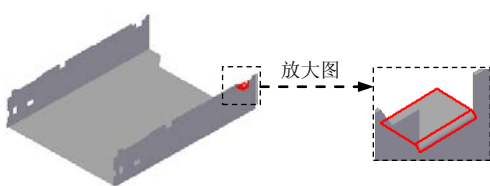
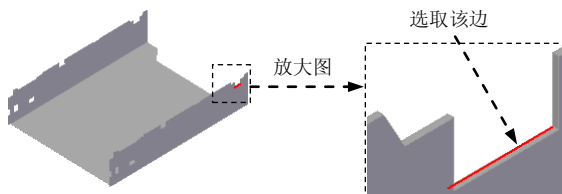
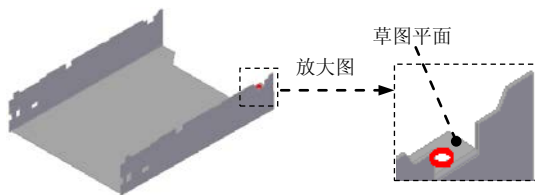

图 8.8.26 弯边特征 1
图 8.8.27 定义附着边
图 8.8.28 法向除料特征 9
Step10. 创建图 8.8.26 所示的弯边特征 1。
(1) 选择命令。单击“主页”功能选项卡“钣金”工具栏中的“弯边”按钮 。
(2) 定义附着边。选取图 8.8.27 所示的模型边线为附着边。
(3) 定义弯边类型。在命令条中单击“完全宽度”按钮 ；在“距离”文本框中输入值 6，在“角度”文本框中输入值 90，单击“外部尺寸标注”按钮  和“材料内侧”按钮 ；调整弯边侧方向向内，如图 8.8.26 所示。
(4) 定义弯边属性及参数。单击“弯边选项”按钮 ，取消选中 ☐ 使用默认值* 复选框，在其“折弯半径 (R)”文本框中输入值 0.2，并取消选中 ☐ 折弯止裂口 (E) 复选框，单击  按钮。
(5) 单击  按钮，完成特征的创建。
Step11. 创建图 8.8.28 所示的法向除料特征 9。
(1) 选择命令。在“主页”功能选项卡“钣金”工具栏中单击  按钮，选择  法向除料命令。
(2) 定义特征的截面草图。
① 选取草图平面。在系统 **单击平的面或参考平面。** 的提示下, 选取图 8.8.28 所示的模型表面为草图平面。